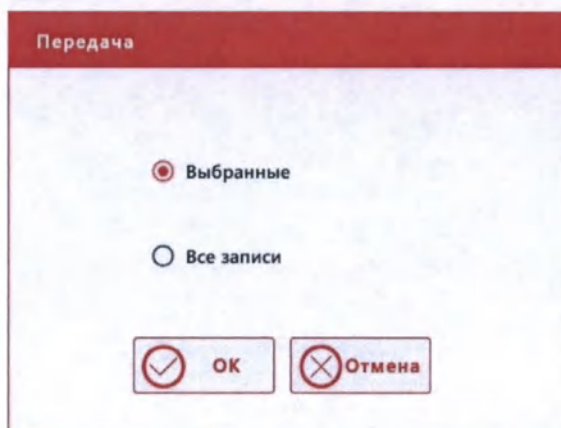

Рис.7.2-9 Окно выбора записей КК для передачи в сеть
- 2) Нажмите кнопку **«Передача»**, откроется диалоговое окно с запросом подтверждения передачи данных (Рис.7.2-9):